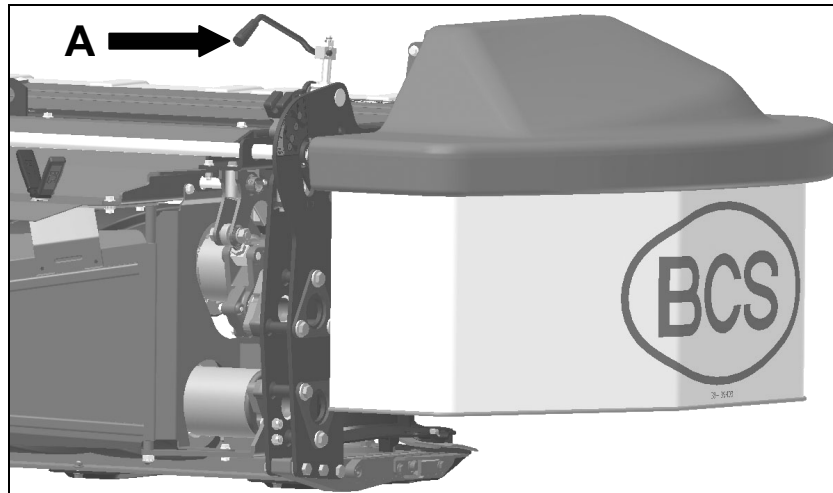

fig.21
La pressione esercitata dai rulli può essere aumentata ruotando in senso orario la leva **A** (fig.21), in funzione del tipo e della quantità di foraggio.
The pressure exerted on the rollers may be increased by turning lever **A** (fig.21) clockwise, depending on the type and quantity of hole forming.
La pression exercée par les rouleaux peut être augmentée en tournant dans le sens horaire le levier **A** (fig.21) en fonction du genre et de la quantité de fourrage.
La presión ejercida por los rodillos puede aumentarse girando la palanca en sentido horario **A** (fig.21), en función del tipo y de la cantidad de forraje.
Der von den Rollen ausgeübte Druck kann je nach Art und Menge des Mähguts durch Drehen des Hebels **A** im Uhrzeigersinn (Abb.21) verstärkt werden.
- Scaricare la barra di torsione del condizionatore ruotando in senso antiorario la leva **A** (fig.21).
- Discharge the torsion bar of the conditioner, turning lever **A** (fig.21) anti-clockwise.
- Décharger la barre de torsion du conditionneur en tournant le levier **A** dans le sens antihoraire (fig.21).
- Descargar la barra de torsión del acondicionador girando en sentido antihorario la palanca **A** (fig.21).
- Den Drehbalken des Konditionierers durch Drehen des Hebels **A** (Abb.21) im Gegenuhrzeigersinn entlasten.